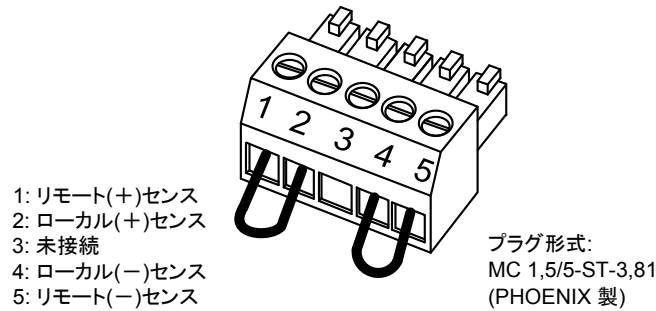

図 2-7 センシング接続の初期設定
- (1) 本器が以下の初期設定の状態であることを確認ください。
- ・ センシング接続 : 図 2-7 に示すローカルセンシングの状態